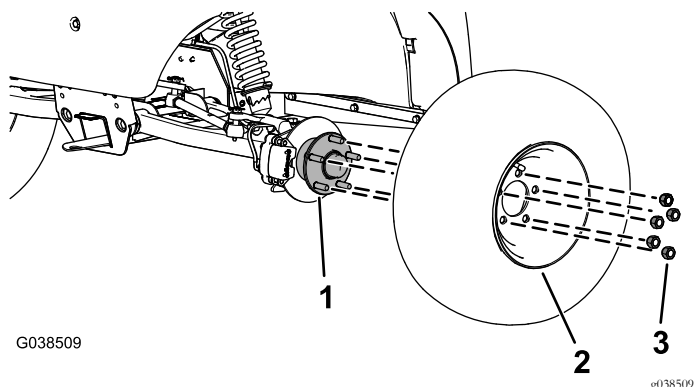

Figura 2
2. Retire as porcas de rodas que prendem a roda ao cubo (Figura 2).